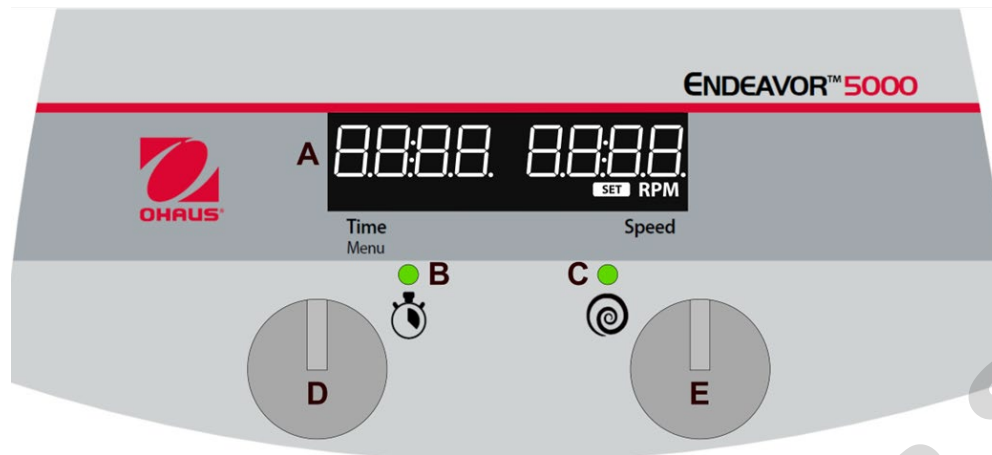

Abbildung 1: Endeavor 5000, digitales Bedienfeld
2. Wenn der Timer auf eine Zeit zwischen 00:01 und 99:59 eingestellt ist, zählt er von der eingestellten Zeit herunter, sobald die Schüttelfunktion eingeschaltet ist und die **Timerstatusanzeige (B)** leuchtet.
- c. Sobald der Timer im Countdown-Modus 00:00 erreicht, schaltet sich die Schüttelfunktion ab, das Gerät piept 1 Mal, und auf dem Display erscheint „Ende“ (A, Abb. 1).
1. Drehen Sie den **Zeiteinstellknopf (D)**, (Abbildung 1).
- c. Drücken Sie kurz den **Zeiteinstellknopf (D)**, um den Minutenwert auszuwählen.
- e. Drehen Sie den **Zeiteinstellknopf (D)**, um den Stundenwert einzustellen.
- f. Drücken Sie kurz den **Zeiteinstellknopf (D)**, um den Stundenwert und die Timereinstellung zu bestätigen.
1. Drehen Sie den **Drehzahleinstellknopf (E)**, Abbildung 1) auf die gewünschte Einstellung.
1. Halten Sie den **Drehzahleinstellknopf (E)** gedrückt, bis das Gerät piept und die **Betriebsstatusanzeige (C)**, Abb. 1) aufleuchtet.
- Halten Sie im Ruhemodus den **Zeiteinstellknopf (D)** gedrückt, bis „MENU“ angezeigt wird.
- Drücken Sie kurz entweder auf den **Zeiteinstellknopf (D)** oder auf den **Drehzahleinstellknopf (E)**.
- Um eine Ablaufbedingung zum Abrufen auszuwählen, halten Sie den **Drehzahleinstellknopf (E)** gedrückt, bis das Gerät piept und die **Betriebsstatusanzeige (C, Abb. 1)** aufleuchtet.